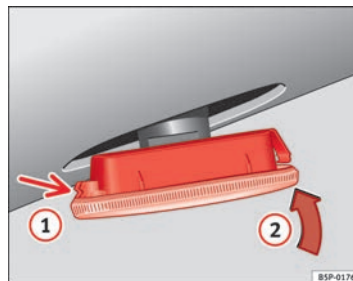

Abb. 169 Seitliche Blinker
- Setzen Sie den Blinker durch Einrasten der Halterungen ① ⇒ Abb. 169 zuerst in die Aufnahme in der Karosserie und anschließend in Pfeilrichtung ② ⇒ Abb. 169 ein.